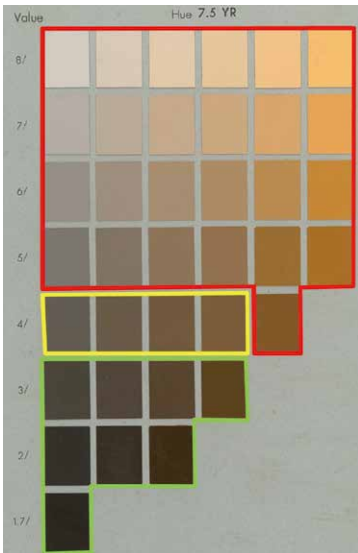

図1. 「黒は腐植の色」「赤はサビた鉄の色」など土の色で腐植含量がわかります。それぞれ枠の色で下記のように分類されます。
最初に、土壌物理性診断で見るポイントを講義形式でレクチャー。調査したい場所を、深さ30～40センチまで掘り下げます。観察すべき点は、①作物の根張り、②作土の深さ、③耕盤層の有無・硬さ、④土の湿り、⑤土層の乱れ・亀裂、⑥土の色(図1)の6点です。これらを見ることで、根が張りやすい状態になっているか、排水性はどうか、作業機械の選択や使い方は適切か、有機物が足りているかどうか、などを知ることができます。